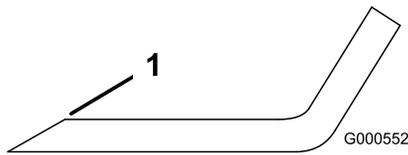

Figura 55
- Utilice una lima para afilar el filo de corte en ambos extremos de la cuchilla (Figura 55).
Nota: Si la cuchilla no está equilibrada, rebaje algo el metal en la parte de la vela solamente con una lima (Figura 55).